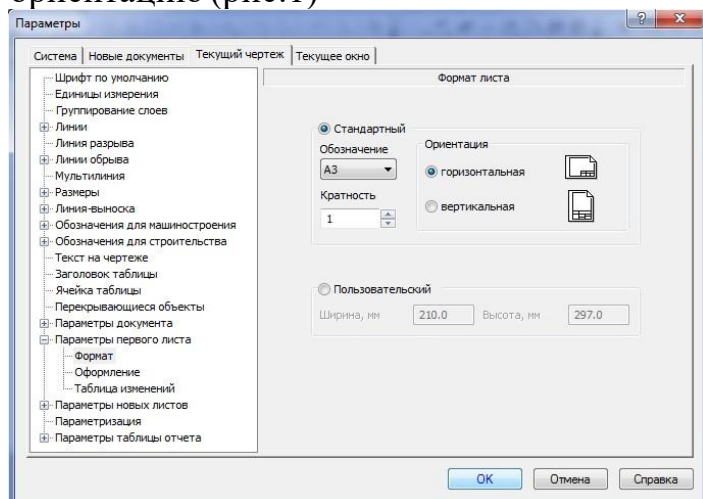

Рис. 1
1) С помощью команды *Сервис - Параметры - Параметры листа* измените параметры вашего листа, задав для него формат A3 и горизонтальную ориентацию (рис.1)